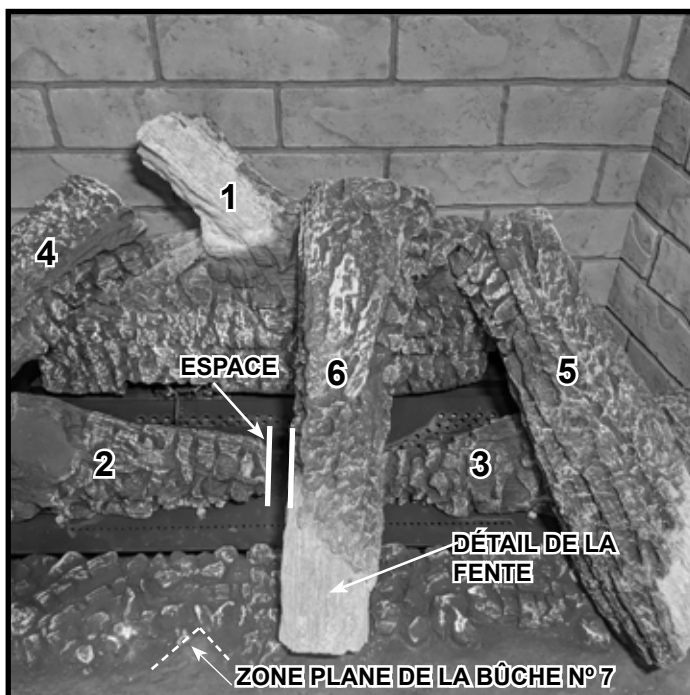
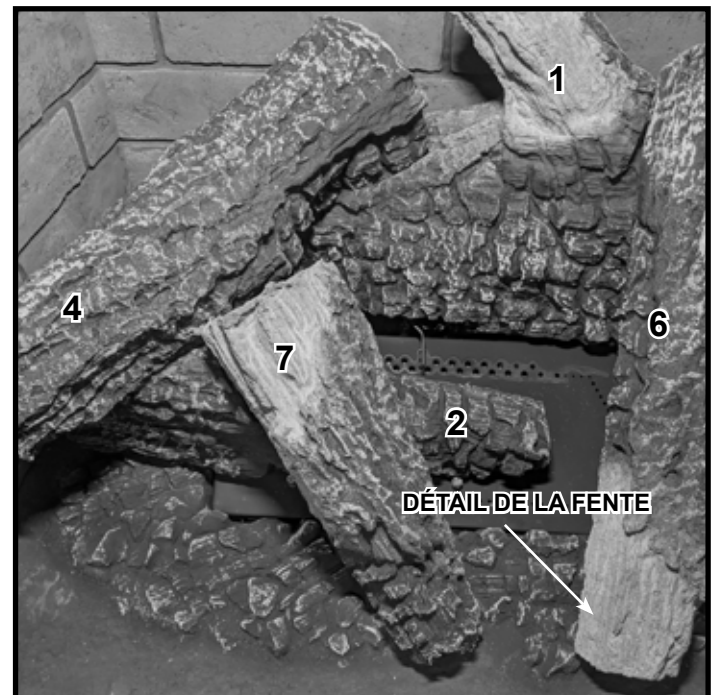

Figure 11 Placez la bûche n° 6
Figure 12 Placez la bûche n° 7
**Bûche n° 6 :** Placez l'extrémité de la bûche n° 6 qui présente le détail de combustion sur la zone plane de la bûche n° 1 et l'extrémité de la bûche n° 6 qui présente le détail de la fente, comme illustré à la figure 11. Reportez-vous aux figures 4 et 5 pour connaître l'emplacement des zones planes.
**Bûche n° 7 :** Placez la bûche n° 7 avec le détail de la fente dans la zone plane de la bûche n° 2 indiquée dans la figure 6. L'extrémité de la bûche n° 7 qui présente les détails de combustion est placée dans la zone plane indiquée dans la figure 11. La figure 12 montre la bûche n° 7 en position. La figure 13 montre les dimensions d'espacement appropriées entre les bûches n° 7, n° 6 et n° 5.